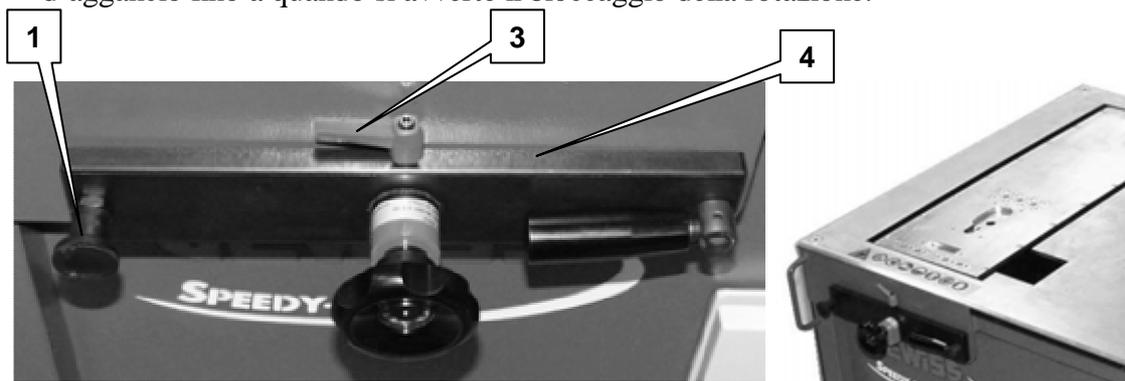

Figura 4.86 – Fissaggio della stazione di piega
6. fissare la stazione di piega in posizione rivolta verso l'interno della macchina girando il pomolo **1** di 90° (figura 4.86) e ruotando leggermente la stazione intorno al punto d'aggancio fino a quando si avverte il bloccaggio della rotazione.
Prima di effettuare la rotazione accertarsi che la leva **3** sia in posizione di blocco manopola e parallela alla Barra **4** (figura 4.86).